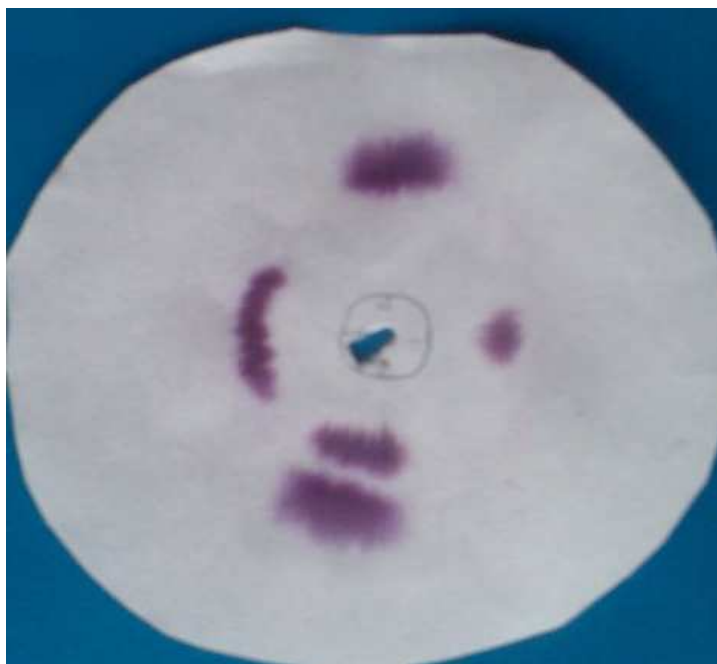

Рисунок 4 – радиальная хроматография аминокислот
**Выполнение работы:** прибор для получения круговых (радиальных) хроматограмм состоит из двух чашек Петри равного диаметра. В нижнюю чашку помещают растворитель. Из куса специальной фильтровальной бумаги для хроматографии вырезают диски размером на 1-1,5 см больше диаметра чашки. Из центра диска при помощи циркуля проводят окружность диаметром 1,5-2 см, на которых рисуют кружки размером 3-4 мм, находящиеся друг от друга на расстоянии 1-1,5 см (рисунок 4). Число кружков соответствует числу «свидетелей» (стандартных образцов).